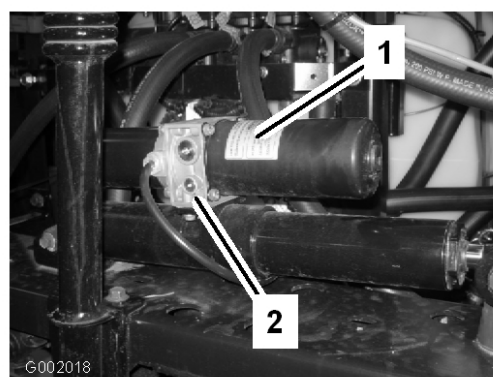

Figure 71
1. Localisez le clapet de décharge manuel de l'actionneur sur chaque rampe. Le clapet de décharge manuel est la plus petite des valves et se trouve d'un seul côté du corps de l'actionneur (Figure 71).